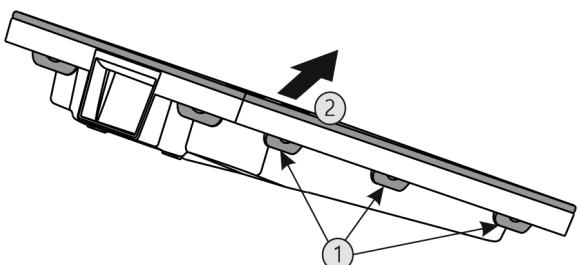

Fig. 58
- Trykk på alle bøylene Fig. 58 (1) etter tur, og ta ut dekselet Fig. 58 (2).